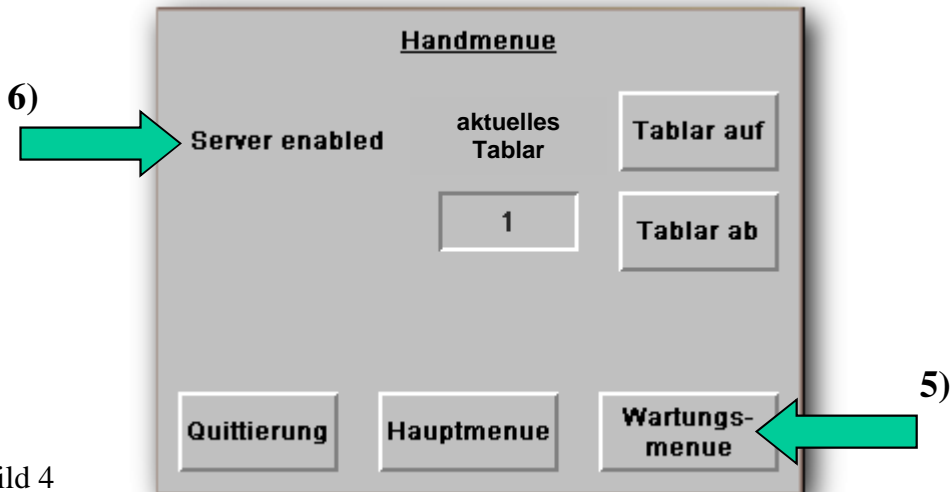

Bild 4
Im Handmenue kann weiter in die Wartungsebene (5) verzweigt werden.[Bild 4]